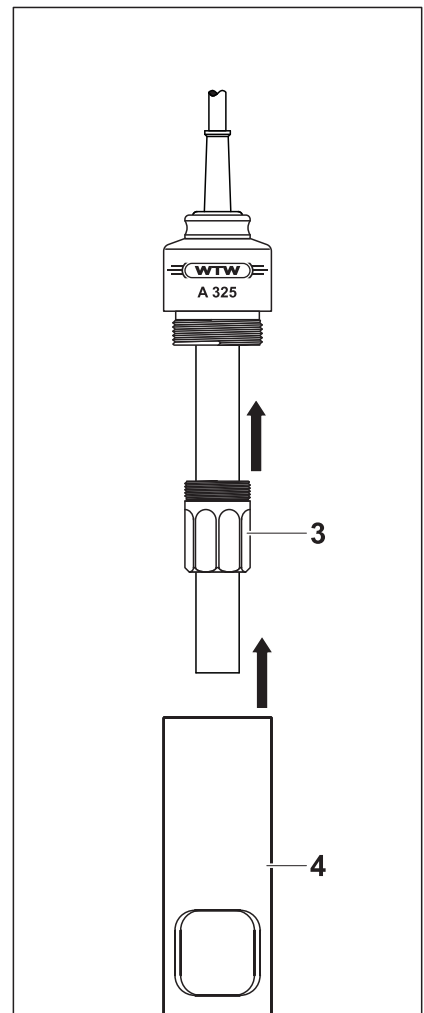

figure 3
4	Repousser la sonde dans l'armature jusqu'à la butée (fig. 3).
5	Pousser l'écrou-raccord (pos. 3 fig. 3) sur la sonde et le visser à la main dans l'armature.
6	Visser la corbeille de protection par dessus (pos 4 fig. 3).